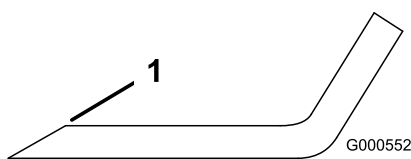

Figura 86
- Utilice una lima para afilar el filo de corte en ambos extremos de la cuchilla (Figura 86).
Nota: Si la cuchilla no está equilibrada, rebaje algo el metal en la parte de la vela solamente con una lima (Figura 86).